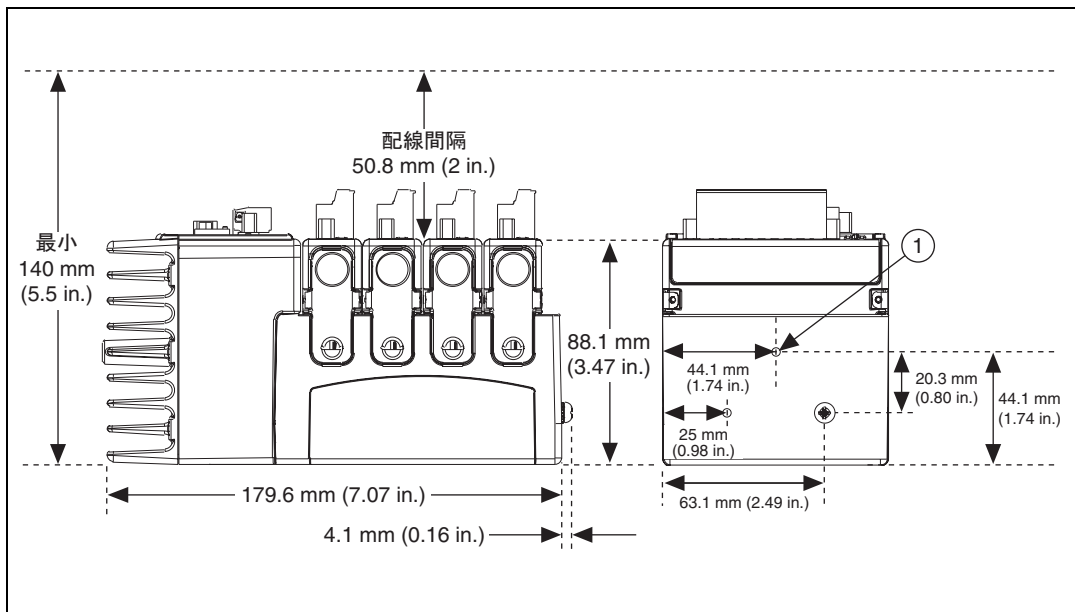

図4 コントローラおよびI/Oモジュールを取り付けた4スロット再構成可能組込シャーシ、底面/側面図と外形寸法
- 図 4 のように、モジュールの前面には、共通コネクタ（取り外し可能な 10 端子ネジ留め式端子コネクタなど）の配線間隔として 50.8 mm (2 in.) の隙間を確保してください。